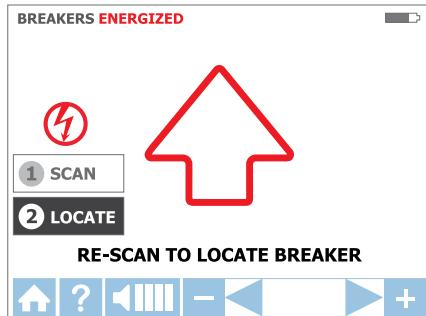
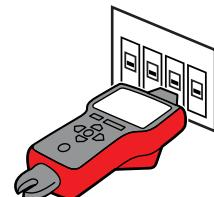

Abbildung 3.4c
Abbildung 3.4d
- b. Prüfen Sie jeden Unterbrecher/jede Sicherung eine halbe Sekunde lang durch Berühren mit dem Spitzensensor. Achten Sie darauf, dass die Vertiefung im Spitzensensor parallel zum Unterbrecher/zur Sicherung verläuft (siehe Abbildung 3.4d).
- Wählen Sie den LOKALISIERN-Modus. Dazu wählen Sie diese Betriebsart mit den Richtungstasten aus, anschließend drücken Sie die gelbe ENTER-Taste. (Siehe Abbildung 3.4c.)
- Prüfen Sie jeden Unterbrecher/jede Sicherung eine halbe Sekunde lang durch Berühren mit dem Spitzensor. Der rote Pfeil zeigt an, dass die Messung läuft (siehe Abbildung 3.4c). Achten Sie darauf, dass die Vertiefung im Spitzensor parallel zur Längsseite des Unterbrechers verläuft. (Siehe Abbildung 3.4d.)